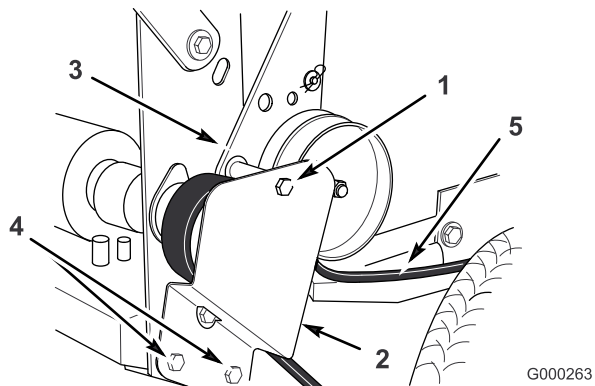

Figure 42
2. Retirez le boulon de fixation supérieur qui fixe le support et la patte de la poulie de tension au cadre arrière (Figure 42).
3. Desserrez suffisamment les 2 vis de fixation inférieures pour permettre à la courroie de passer entre la poulie d'entraînement et le support de la poulie de tension (Figure 42).
6. Remettez le boulon de fixation supérieur qui fixe le support et de la patte de la poulie de tension au cadre arrière (Figure 42).
7. Serrez suffisamment les 2 vis de fixation inférieures pour permettre à la courroie de passer entre la poulie d'entraînement et le support de la poulie de tension (Figure 42).